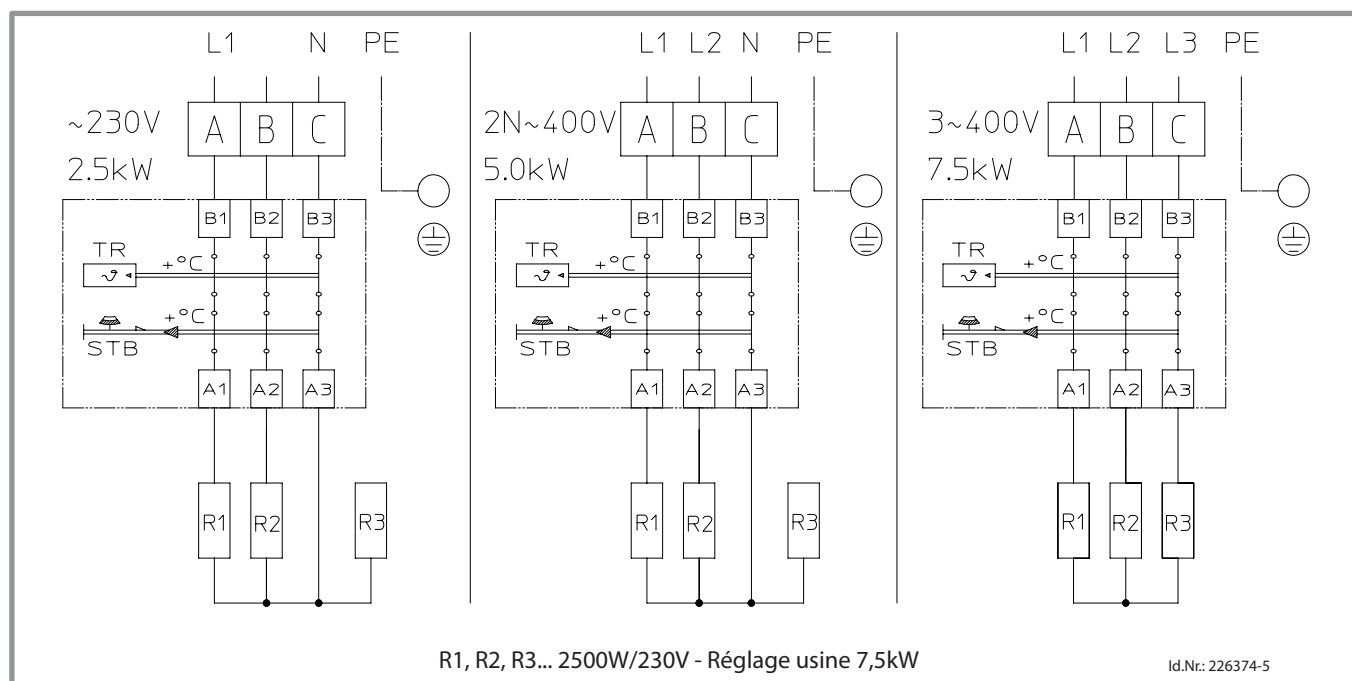

figure 7 - Schémas électriques - Résistance modulable pour BHS 1500
- Effectuer les raccordements suivant les schémas (figure 7).